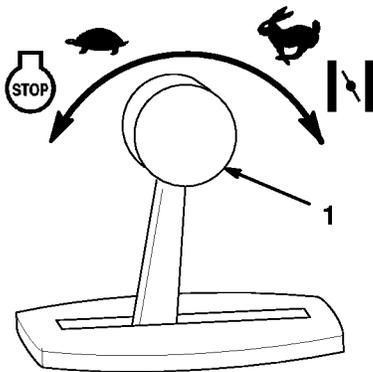

Abbildung 11
1. Gashebel auf  CHOKE Position (Abb. 11) stellen.